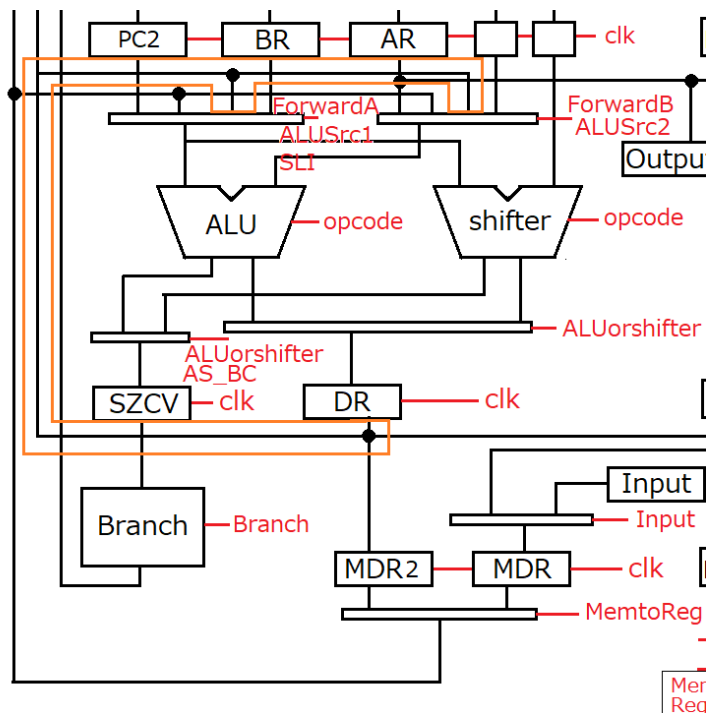

図6 フォワーディング回路②
- ② 二つ次の第5フェーズで書き込もうとしているレジスタの値をフォワーディングして一つ次の第3フェーズで使えるようにする。(図6)